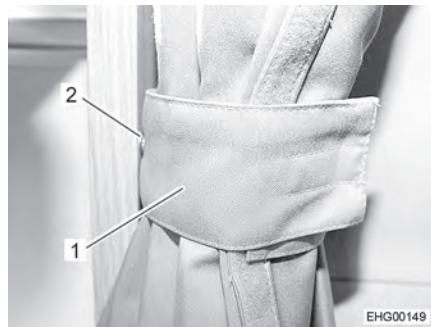

Bild 7 Vorhangverdunklung, gesichert
- Beide Hälften der Vorhangverdunklung mit Schlaufe (Bild 7,1) und Druckknopf (Bild 7,2) sichern.